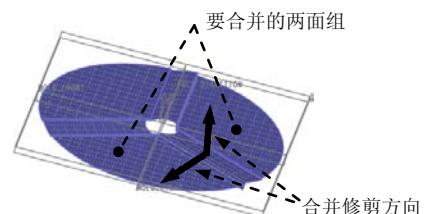

图 5.24 定义合并方向
(1) 按住 Ctrl 键, 选取图 5.24 所示的两个面组。
(2) 单击 分型面 操控板中 编辑 \downarrow 区域的 合并 按钮, 此时系统弹出“合并”操控板。
(3) 定义合并修剪的方向, 调整合并方向, 如图 5.24 所示。
(4) 在“合并”操控板中单击 \checkmark 按钮。